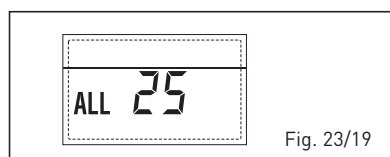

Fig. 23/19
- ANOMALIA Sonda AUSILIARIA (S3) “ALL 26” (fig. 23/20)